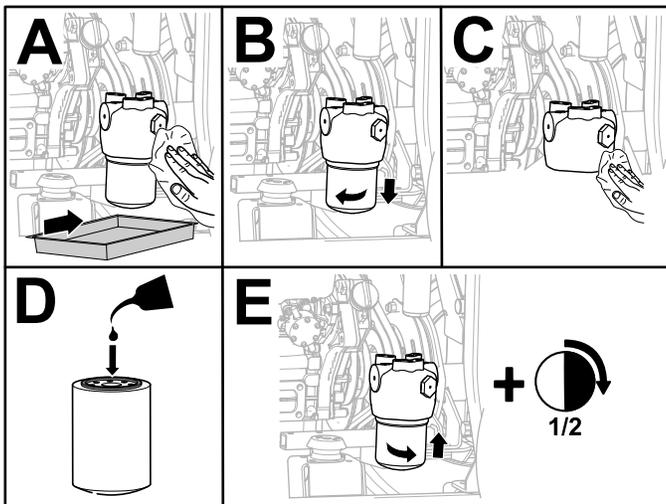

図 102
6. 図 102 に示すように油圧オイルフィルタを交換する。